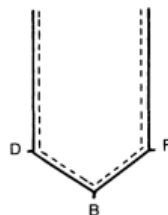
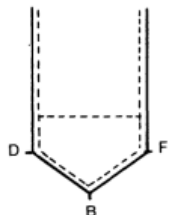

Рис. 438
Рис. 439
14. Окончательно наложите верхнюю деталь планки на нижнюю (см. полную схему, рис. 429) и закрепите конец, проложив строчку от F — В — D (рис. 438). Однако лучше всего будет выполнить усиленную отделочную строчку, показанную на рис. 439.